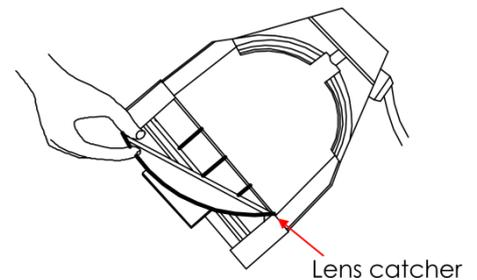

Fig. 10
- 05) Far scorrere la lente in avanti e appoggiarla sui ganci dell'obiettivo (Fig. 10).